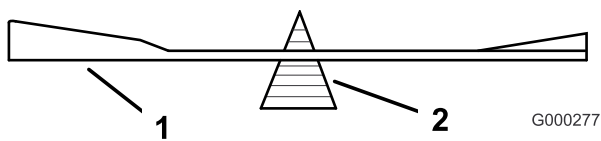
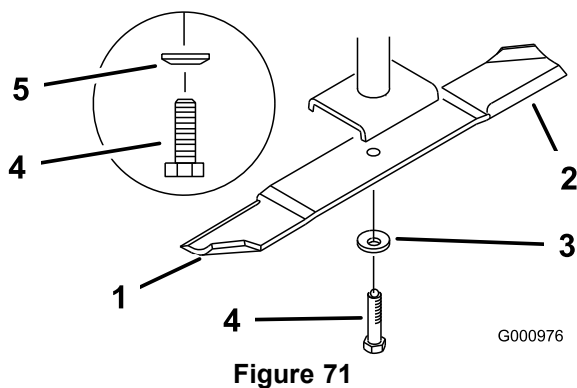

Figure 70
Figure 71
2. Retirez le boulon, la rondelle élastique et la lame de l'axe (Figure 71).
2. Vérifiez l'équilibre de la lame en la plaçant sur un équilibreur (Figure 70). Si la lame reste horizontale, elle est équilibrée et peut être utilisée. Si la lame est déséquilibrée, limez un peu l'extrémité de la partie incurvée seulement (Figure 71). Répétez la procédure jusqu'à ce que la lame soit équilibrée.
1. Placez la lame sur l'axe (Figure 71).
2. Installez la rondelle élastique et le boulon de la lame. Le cône de la rondelle élastique doit être dirigé vers la tête du boulon (Figure 71).